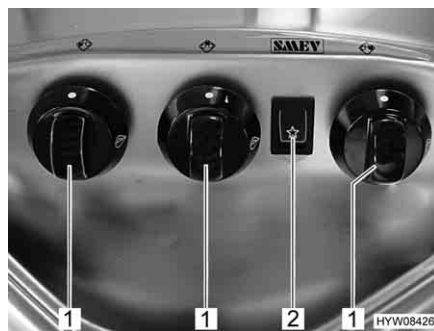

Fig. 119 Elementi di comando del fornello a gas
- Ruotare il pomello girevole (Fig. 119,1) dell'impianto a fiamma libera desiderato in posizione accesa (fiamma alta).
- Premere l'interruttore a bilico (Fig. 119,2). Sul bruciatore vengono prodotte scintille.